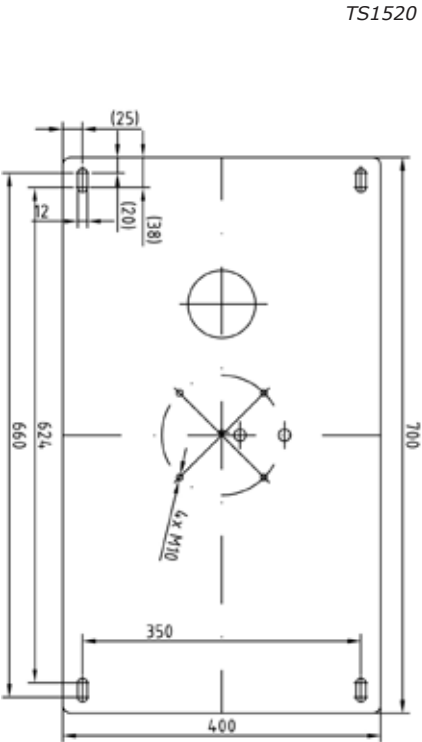

Fig. 10a
- 5.1.1 Den korrekten Abstand zwischen den Unistrut®-Schienen entnehmen Sie bitte den Abbildungen Abb. 10a, 10b und Abb. 10c.
- 5.2.1 Die Position der Montageplatte wurde während der Projektplanung festgelegt. Beachten Sie beim Bohren der Löcher für die Montageplatte die Vorlage in Abb. 10a/10b (bzw. für eine Siemens Installation Abb. 10c).
- 5.2.2 Fahren Sie mit der Bohrung gemäß der Vorlage in Abb. 10a/10b (bzw. für eine Siemens Installation Abb. 10c) und der vom Bauingenieur vorgegebenen Montagezubehöranforderungen fort.